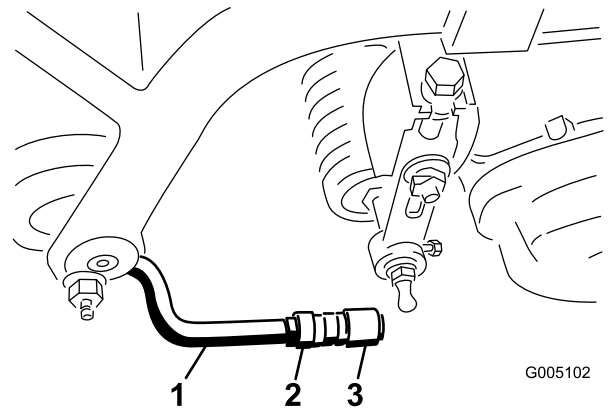

Figura 13
6. Alinee las rótulas de las juntas de manera que la cara abierta de la rótula esté centrada respecto a la bola del espárrago. Apriete las contratuercas para fijar la posición de las rótulas (Figura 13).